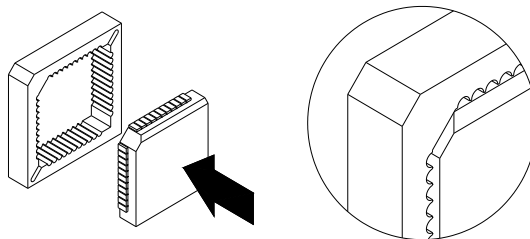

图 5-10：对准并插入固件集成芯片
3. 把升级的固件集成芯片安装到印制线路装配板中。如图 5-10 所示，确保集成芯片的楔形导角与插座的楔形导对齐。确保芯片牢固地安插在插座中。